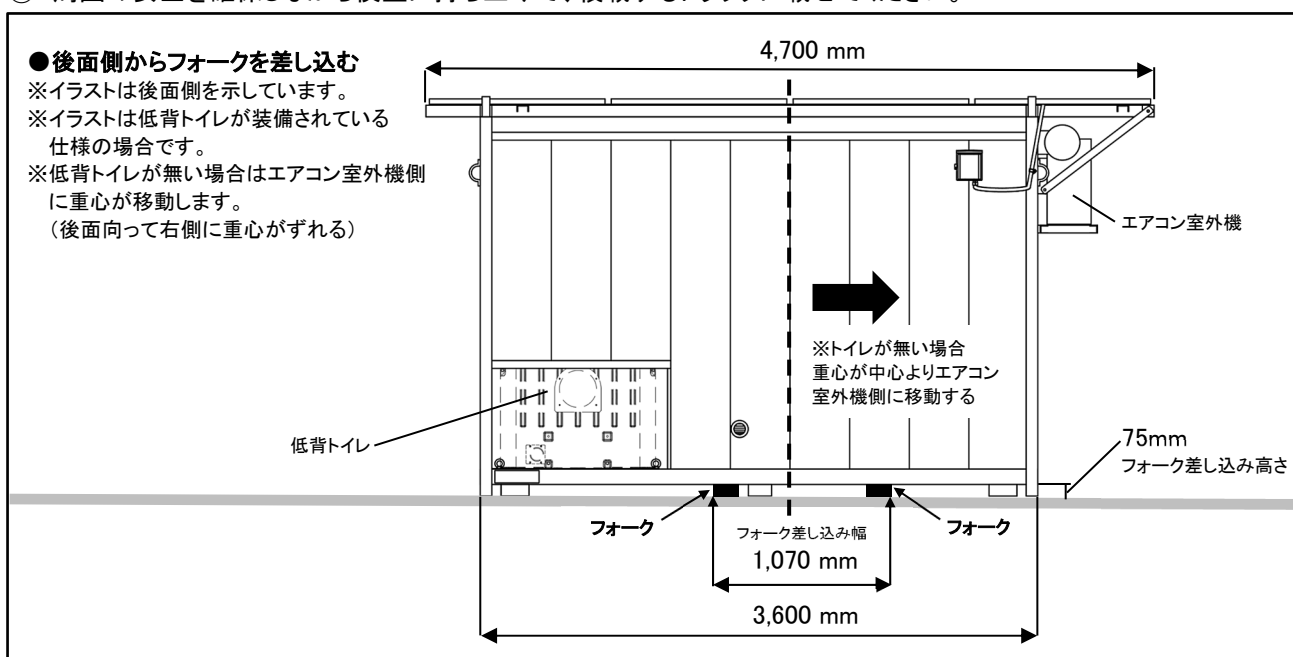

Fig. 3-1 差し込み位置
重量約 1,320 kg です「Fig.3-1」。トラック、フォークリフト、クレーンの選定にお役立てください。
- ① 上記条件のフォークリフトにて後面側から「Fig. 3-1」に示した範囲にフォークを差し込んでください。